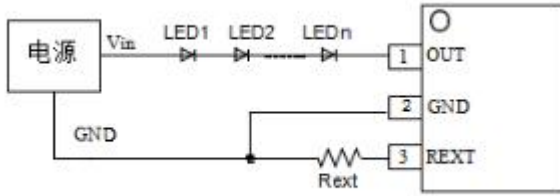

图 1. WS9620A 应用电路原理图
如图 1 所示的应用电路，工作效率按式 (1) 设计：
- 1) 如图 1 电路中，OUT 端口电压按式 (2) 设计：